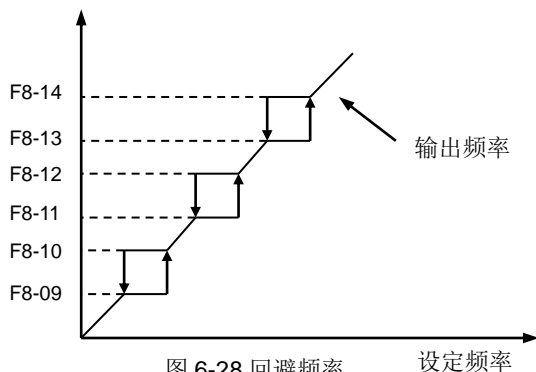

图 6-28 回避频率
- 通过设置本组回避频率上下限，可以使变频器避开负载的机械共振点而产生共振的运行频率，如图 6-28 所示。